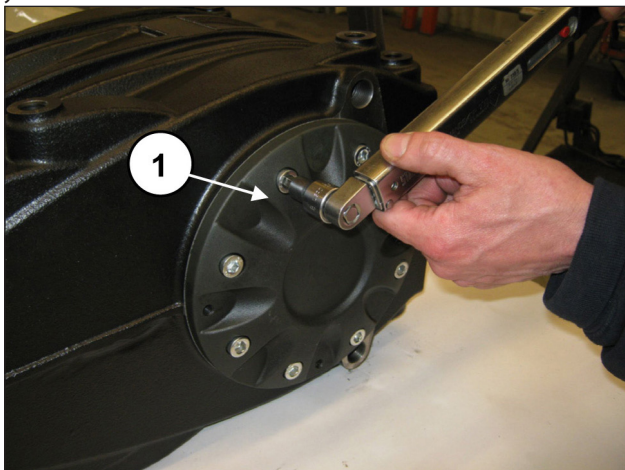

Рис. 62
Затяните 8 винтов М10х30 (поз. ①, Рис. 62).